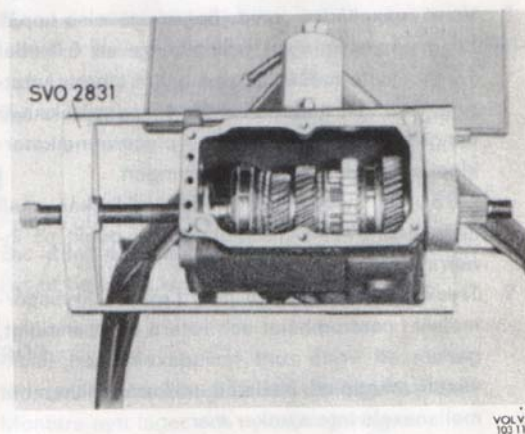

Bild 25. Montering av huvudaxelns bakre lager
4. Sätt bakre kullagret på huvudaxeln. Anbringa pressverktyg 2831 över lager och huvudaxel enligt bild 25. Pressa lagret på axeln. Om lagret därvid inte kommer i läge i huset kan spindeln på verktyg 2831 skruvas ut och en plattjärnsbit placeras mellan denna och husets främre gavel. Lagret kan därefter pressas i läge med verktyget.